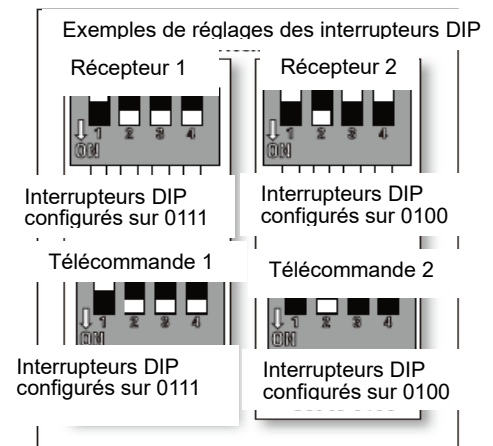

Fig. 12 Interrupteur DIP du
- La télécommande (émetteur) et le récepteur doivent être configurés par appariement afin de pouvoir communiquer entre eux. Pour ce faire, mettez les interrupteurs DIP du récepteur et de la télécommande sur le même réglage. (Fig. 12)